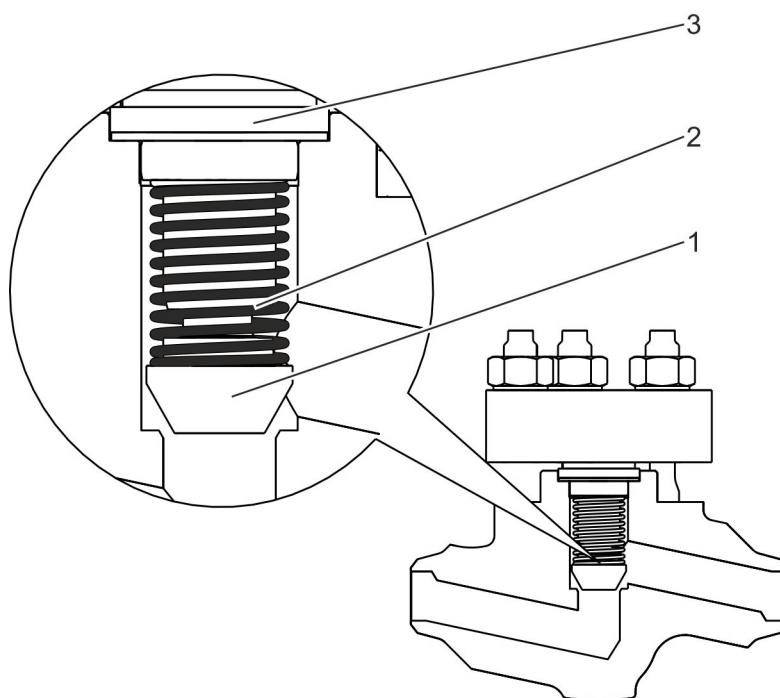

Fig. 5 : Organe d'obturation
- du cône de retour (Fig. 5 /1),
- du ressort de compression (Fig. 5 /2) et
- de la douille de guidage (Fig. 5 /3).